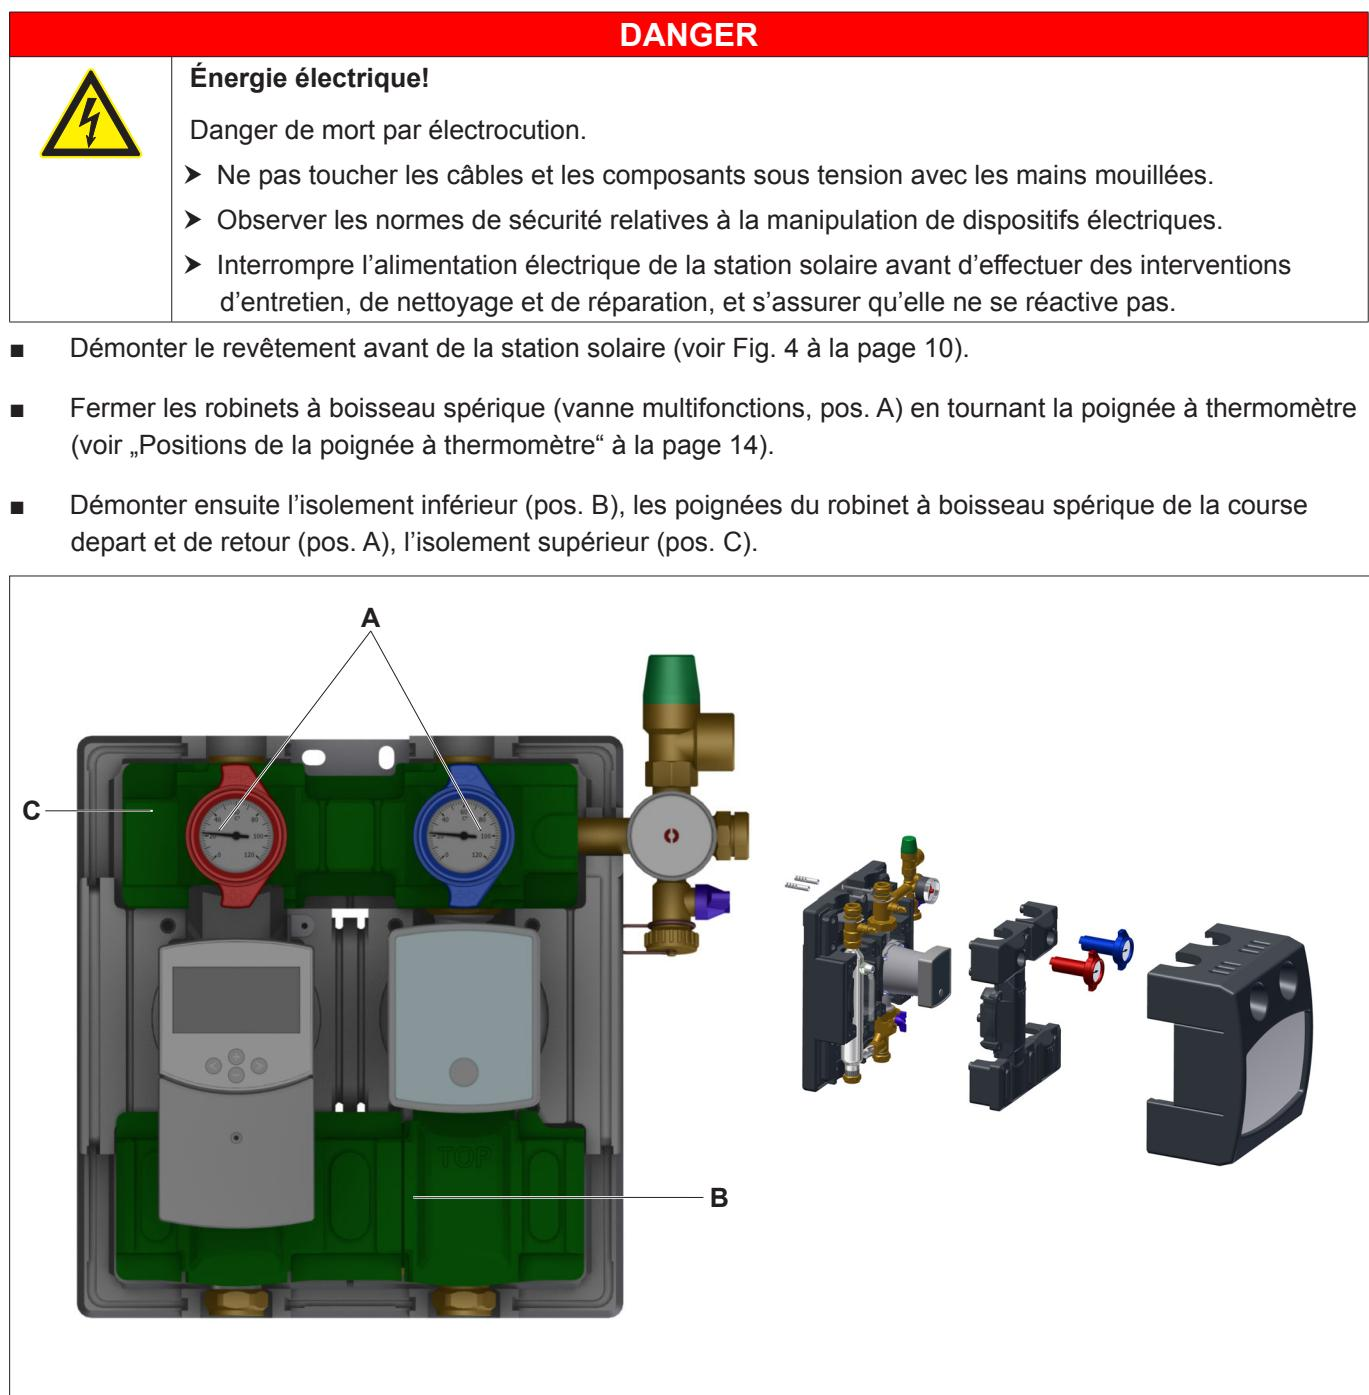

Fig. 10: Démonter les isolations (illustration en réf. au mod. 8130 avec tube du désaérateur et dispositif de réglage)
- Placer les robinets à boisseau spérique (pos. A ; voir Fig. 10 à la page 16) dans la position.